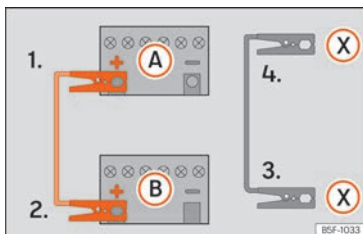

Fig. 46 Esquema de conexión para vehículos con sistema Start Stop.
- 4b. En los vehículos con sistema Start-Stop: emborne un extremo del cable negro de emergencia (X) a un terminal de masa adecuado, a una pieza de metal maciza que vaya atornillada al bloque motor o al mismo bloque motor »» » fig. 46.
5. Emborne el otro extremo del cable negro de emergencia (X), en el vehículo con la batería descargada, a una pieza de metal maciza que vaya atornillada al bloque motor o al mismo bloque motor pero lo más alejado posible de la batería (A).